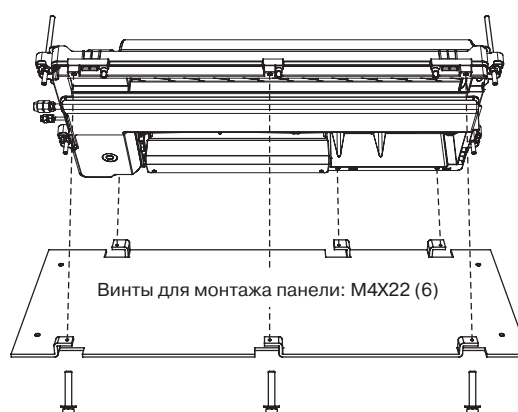

Рисунок 4.11
- 4.2) Прикрепите монтажный шаблон на нижней стороне внутреннего блока винтами для крепления пластины (см. Рисунок 4.11).